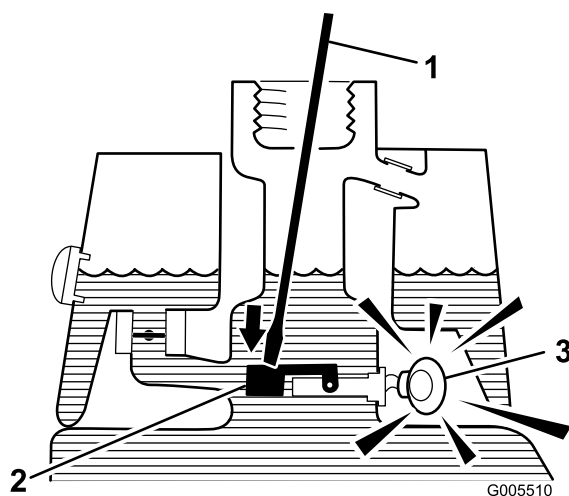

Figura 30
- Introduzca una varilla o un destornillador limpio en el cuello del depósito y empuje hacia abajo, con cuidado, el flotador del interruptor (Figura 30). Después de la demora de un segundo, debe sonar la alarma.